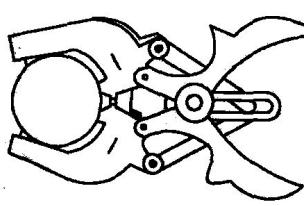

图 1-5 活塞环拆装钳
② 使用前检查手柄是否松动，以免锤头脱出造成事故。
(5) 活塞环拆装钳 活塞环拆装钳是一种专门用于拆装活塞环的工具，如图 1-5 所示。使用活塞环拆装钳拆装活塞环时，其具有安全、方便、可靠等优点。